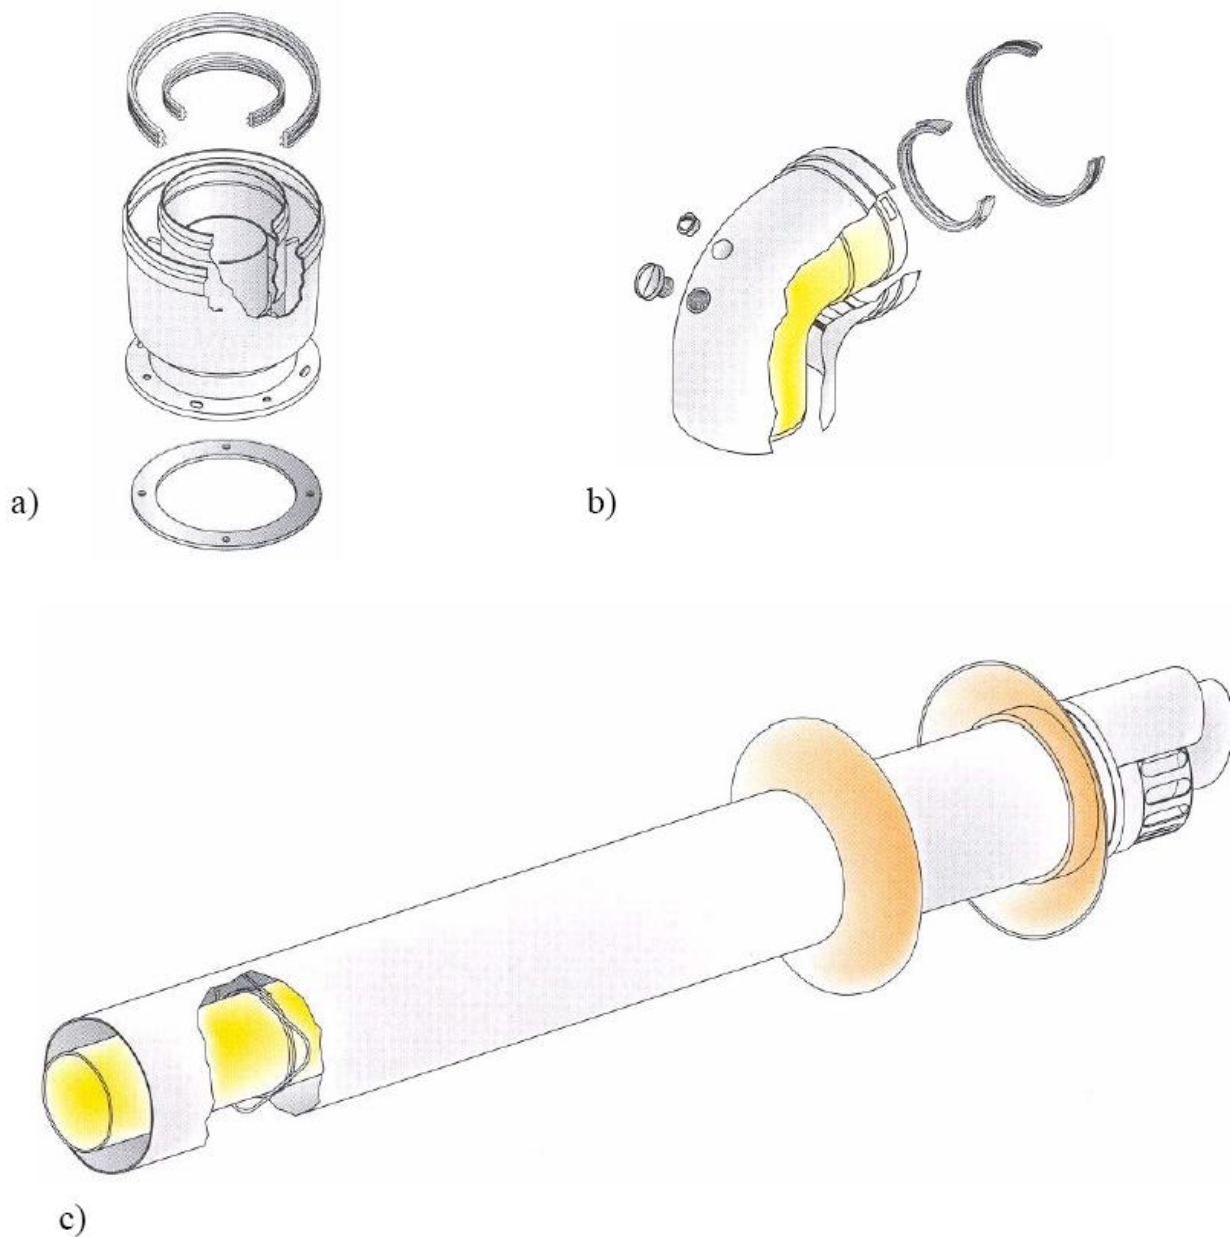

Рис.3
→ Стандартная коаксиальная труба (**7006951231**) состоит из следующих частей (Рис. 3):
- Стандартный горизонтальный дымоход показан на Рис. 3.